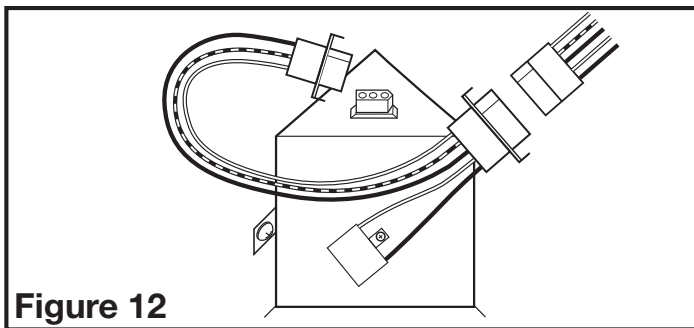

Figure 12
- 3b. **MODÈLES AKLS6 :** Branchez le cordon du moteur du ventilateur à 2 broches de connexion rapide du moteur dans le câblage inclus. Branchez le cordon à 3 broches de connexion rapide dans le réceptacle situé sur le dessus du compartiment de fil. Ces fils ne peuvent être insérés que dans un seul sens dans les prises (**Figure 12**).